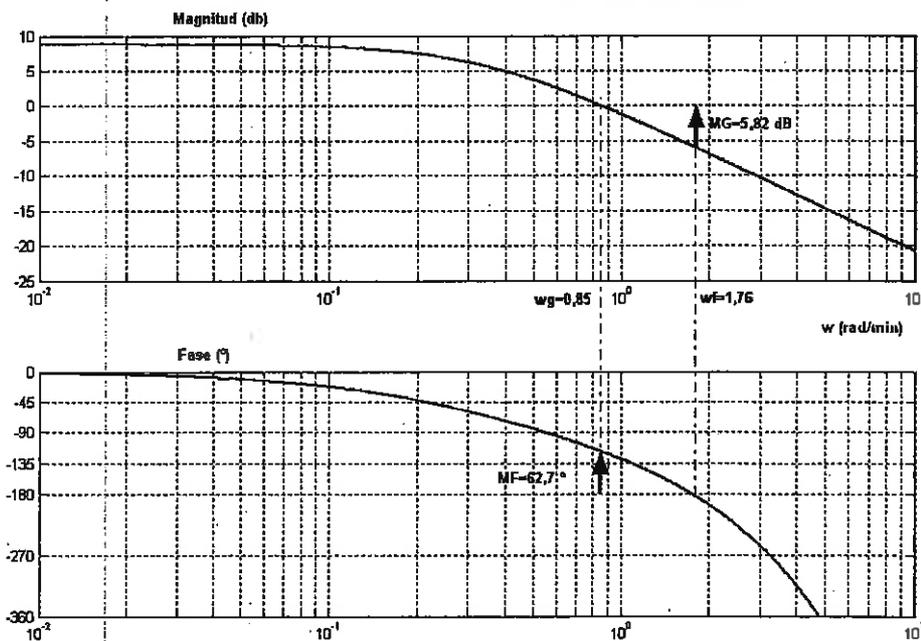

Figura 5: Diagramas de Bode de $G(s)H(s)$
2. Estudiar la estabilidad del sistema mediante el cálculo analítico de los márgenes de ganancia y fase. Representar gráficamente ambos márgenes sobre los diagrama de Bode de $G(s)H(s)$ de la Figura 5. ¿Existe algún límite para la ganancia del controlador?